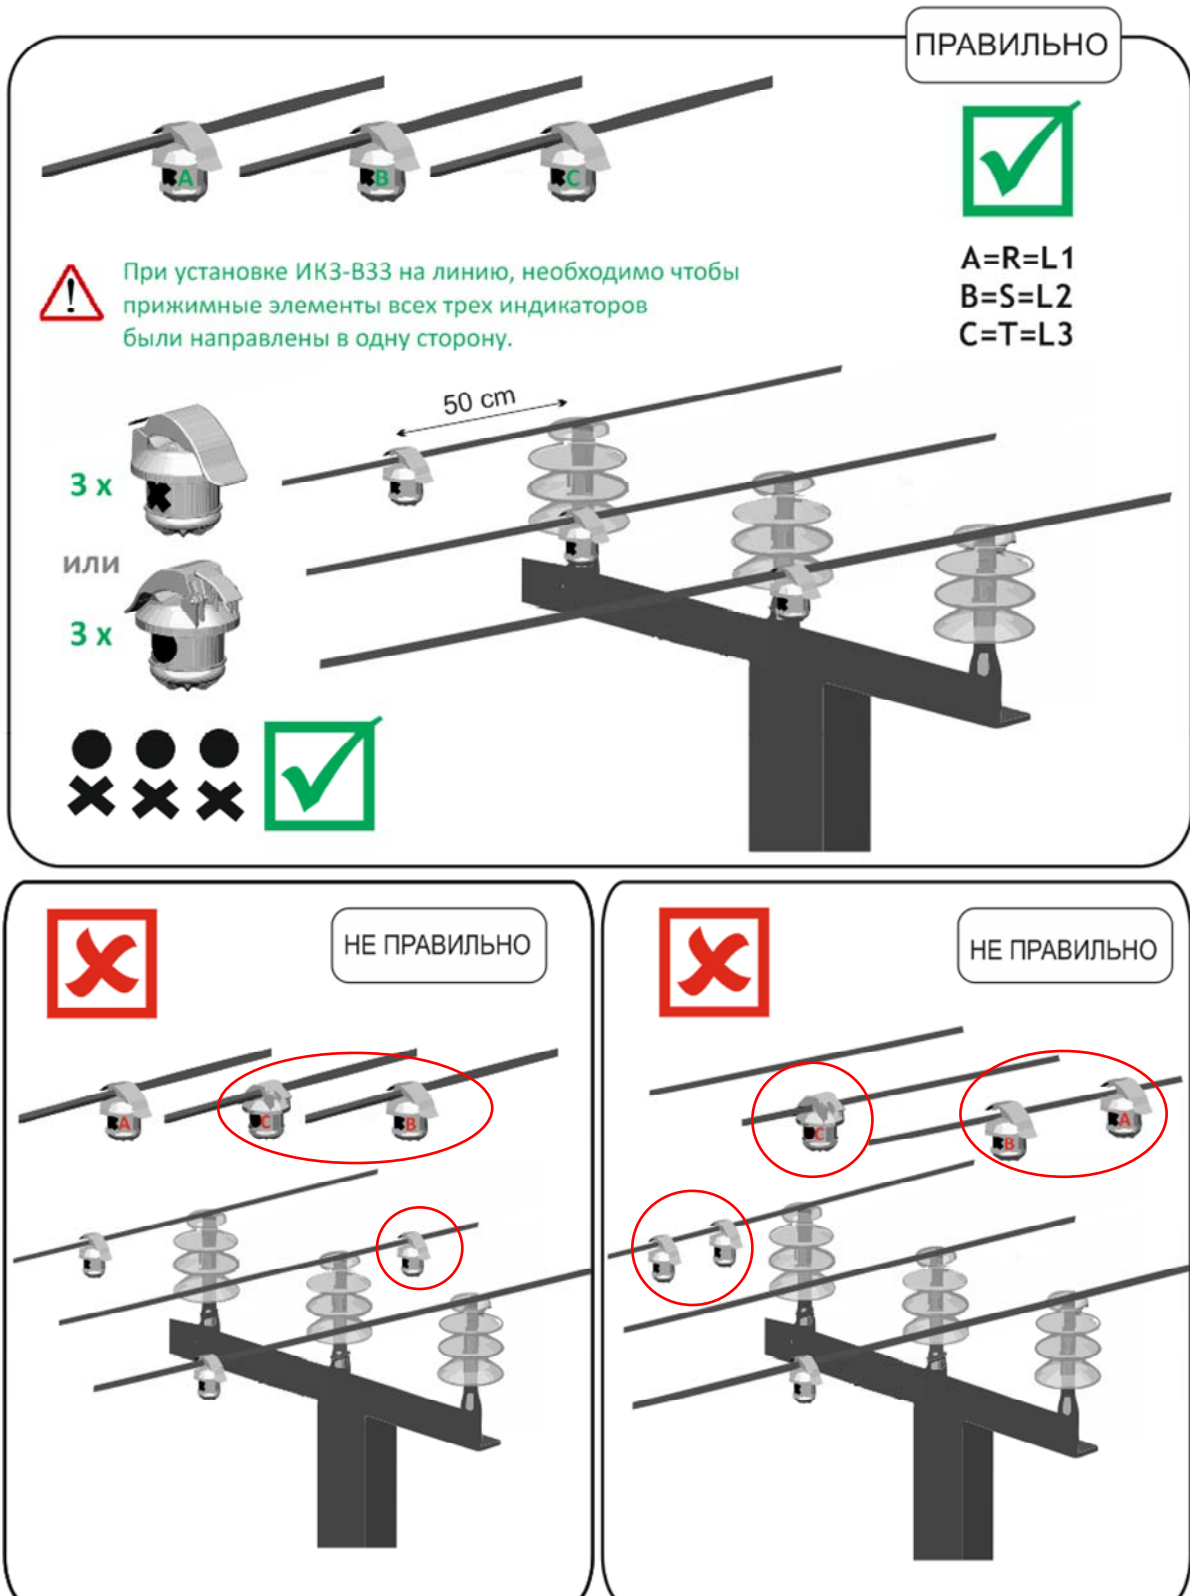
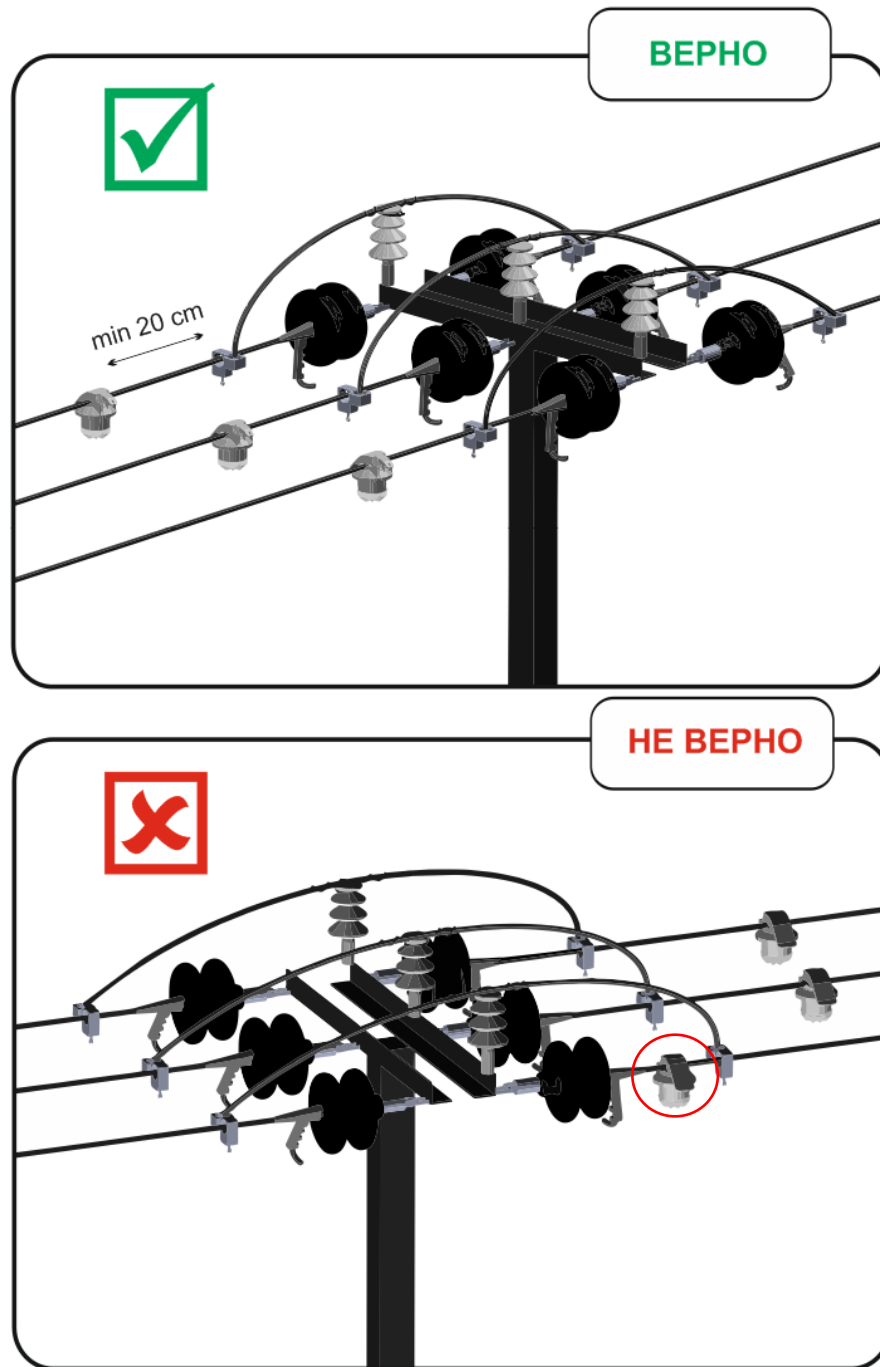

Рисунок 5 – Пример установки комплекта индикаторов ИКЗ-В33
Рисунок 8 – Пример установки комплекта индикаторов ИКЗ-В33
2.4.2 Индикаторы устанавливаются непосредственно на провод на расстоянии 0,5-10 м от изоляторов. Примеры установки устройств комплекта индикаторов ИКЗ-В33 на линию приведены на рисунках (см. Рисунок 5 - Рисунок 8).